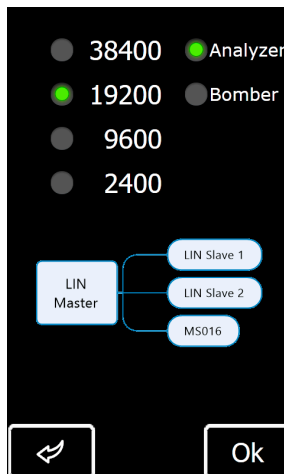
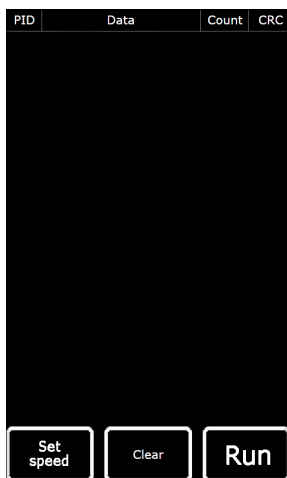

Рисунок 26. Екран вибору режиму і швидкості роботи шини LIN
Рисунок 29. Екран режиму Bomber
3. У головному меню тестера вибрати режим "LIN analyzer", потім на екрані (рис. 26) вибрати режим "Analyzer" і підібрати швидкість роботи шини LIN. Натисніть кнопку "OK" - відкриється вікно виведення даних, зчитаних по LIN шині (рис. 28).
3. У головному меню тестера вибрати режим "LIN analyzer", потім на екрані (рис. 26) вибрати режим "Bomber" і швидкість роботи шини LIN. Натисніть "OK" - відкриється вікно режиму (рис. 29).